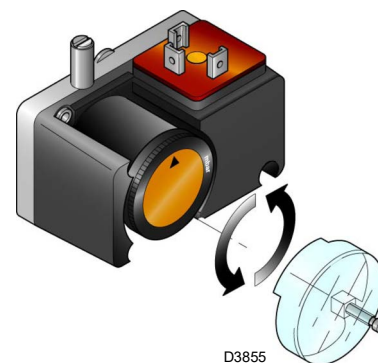

Fig. 32
- Régler le pressostat pour le contrôle d'étanchéité (kit PVP) (Fig. 32 à la page 33), le cas échéant, selon les instructions fournies avec ledit kit.
Régler le pressostat pour le contrôle d'étanchéité (kit PVP) (Fig. 32) selon les instructions fournies avec ledit kit.